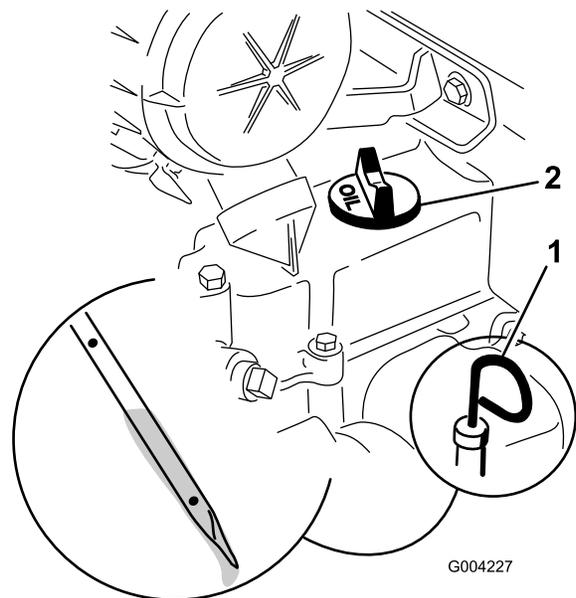

Figure 17
4. Nettoyez la surface autour de la jauge d'huile (Figure 17).
5. Sortez la jauge d'huile et essuyez soigneusement l'extrémité métallique (Figure 17).
6. Enfoncez la jauge complètement dans le tube (Figure 17).
8. Si le niveau est trop bas (sous le trou inférieur), nettoyez la surface autour du bouchon de remplissage et enlevez le bouchon (Figure 17).